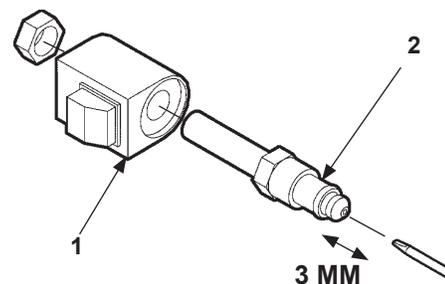

FIG. 34-2
2. Vérifiez la tige de soupape en retirant l'assemblage de la bobine (élément 1, FIG. 34-2). Avec la plate-forme sur le sol, dévissez la tige de soupape (élément 2, FIG. 34-2) de la pompe. Poussez sur le piston qui se trouve à l'intérieur de la tige de soupape en insérant une petite lame de tournevis dans l'extrémité. Si le piston ne se déplace pas librement (environ 3,2 mm), remplacez la tige de soupape. **Lors de la réinstallation de la tige de soupape, serrez l'écrou hexagonal à 3,39 Nm.**